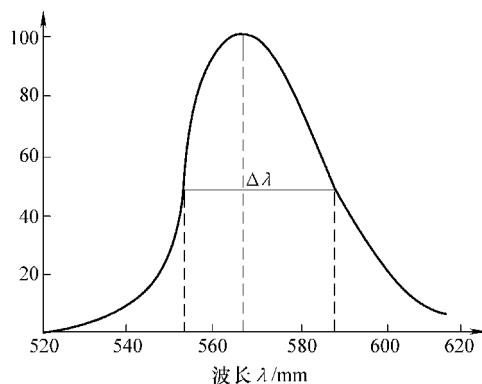

图 2-89 光谱分布和峰值波长
2) 光谱分布和峰值波长。该发光管所发光之中某一波长 λ_0 的光强最大,则该波长为峰值波长。图 2-89 所示为光谱分布和峰值波长。